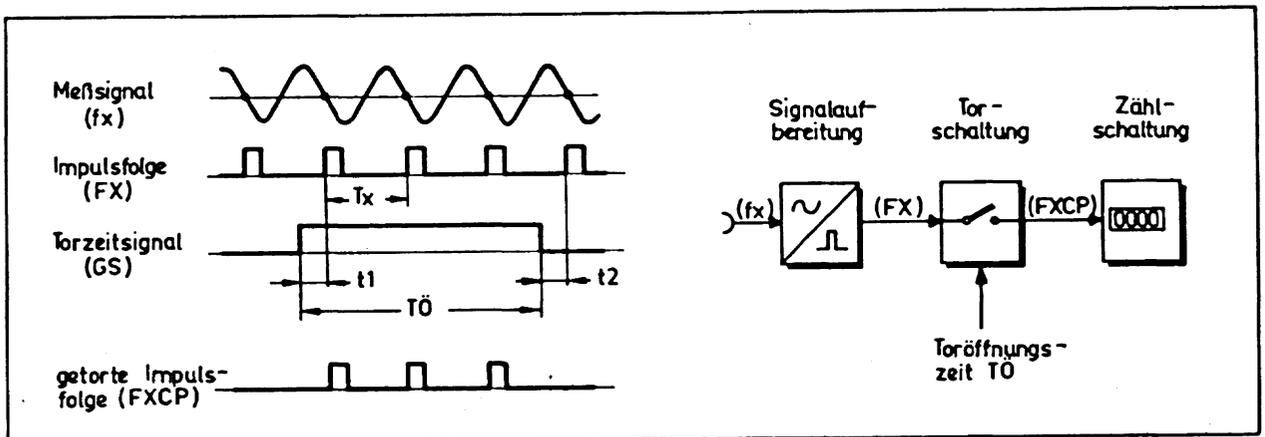

Bild 1: Prinzip des Zählverfahrens
Der Zähler G-2002.500 ist ein Frequenzmesser, der nach dem Zählverfahren arbeitet (Bild 1). Dabei wird über eine Signalaufbereitung zunächst von dem Meßsignal, dessen Frequenz ermittelt werden soll, eine Impulsfolge (FX) abgeleitet. Diese Impulsfolge wird anschließend über eine Torschaltung gegeben, die die Impulse nur während einer bestimmten Zeit (Toröffnungszeit T_O) passieren läßt.